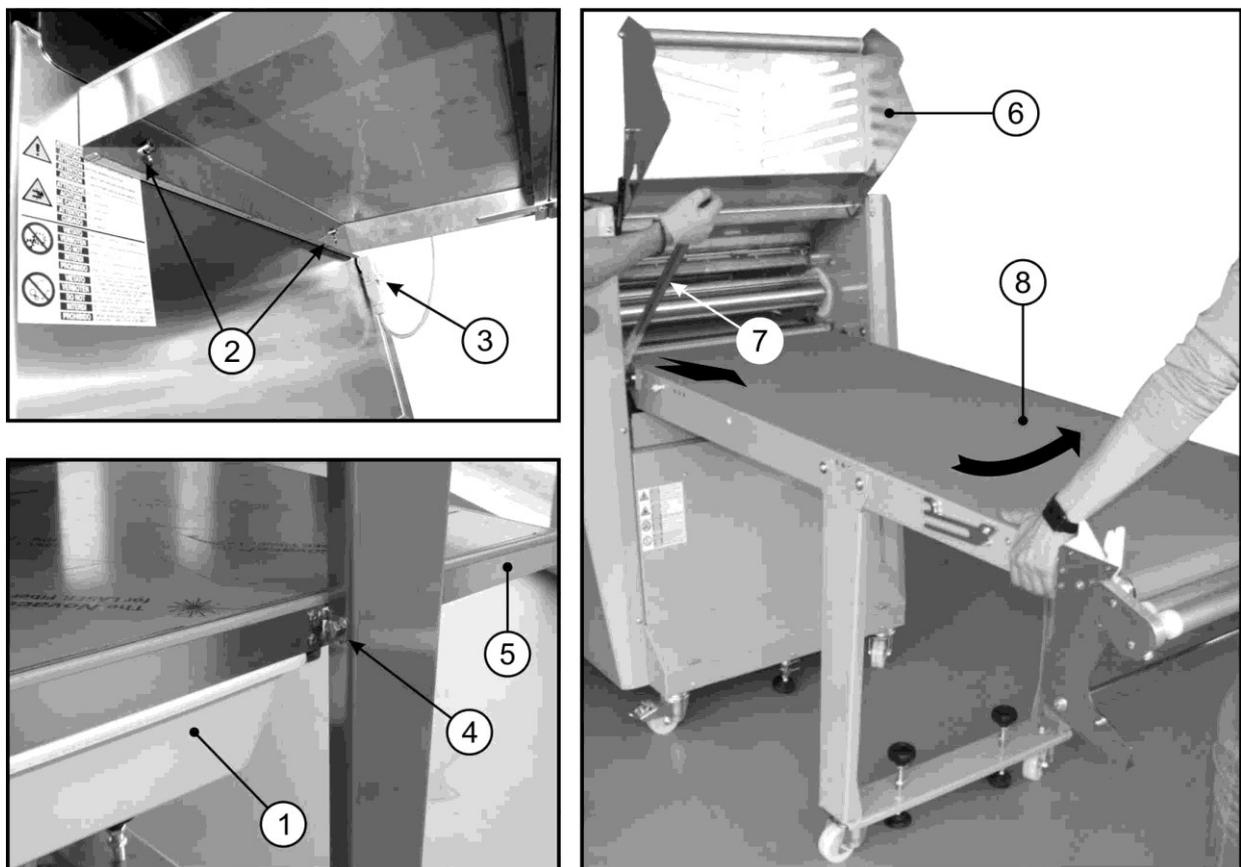
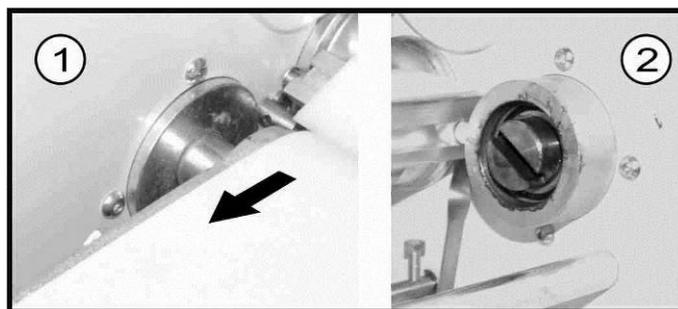

Рисунок 10
Рисунок 11
Для корректной установки рабочих столов необходимо задействовать двух человек, как описано ниже и указано на Рисунок 10 и Рисунок 11:
- Извлеките два ящика Из. 1 рисунок 10;
- Слегка ослабьте два винта, которые соединяют средний стол с прорезью Из. 2 Рисунок 10
- Отключите штепсельную вилку от сети Из. 3 Рисунок 10
- Ослабьте и извлеките два винта, которые фиксируют средний стол и его стояки Из. 4 Рисунок 10
- Извлеките средний стол Из. 5 рисунок 10, установив его вертикально для облегчения его извлечения
- Поднимите соответствующее защитное покрытие Из. 6 Рисунок 10
- Посредством поперечной балки (деревянной или пластмассовой) передвиньте стол к наружной стороне так, чтобы отсоединить его Из. 7; второй оператор должен удерживать в равновесии рабочий стол Из. 8 Рисунок 10, поворачивая его по направлению стрелки
- Подсоедините стол, контролируя корректное соединение в металлической структуре Из. 2 Рисунок 11.
- Перемещайте ленту вперед и назад по направлению стрелки Из. 1 Рисунок 11 для выявления корректной позиции в соответствующем пазу стола до момента появления щелчка и блокирования ленты.